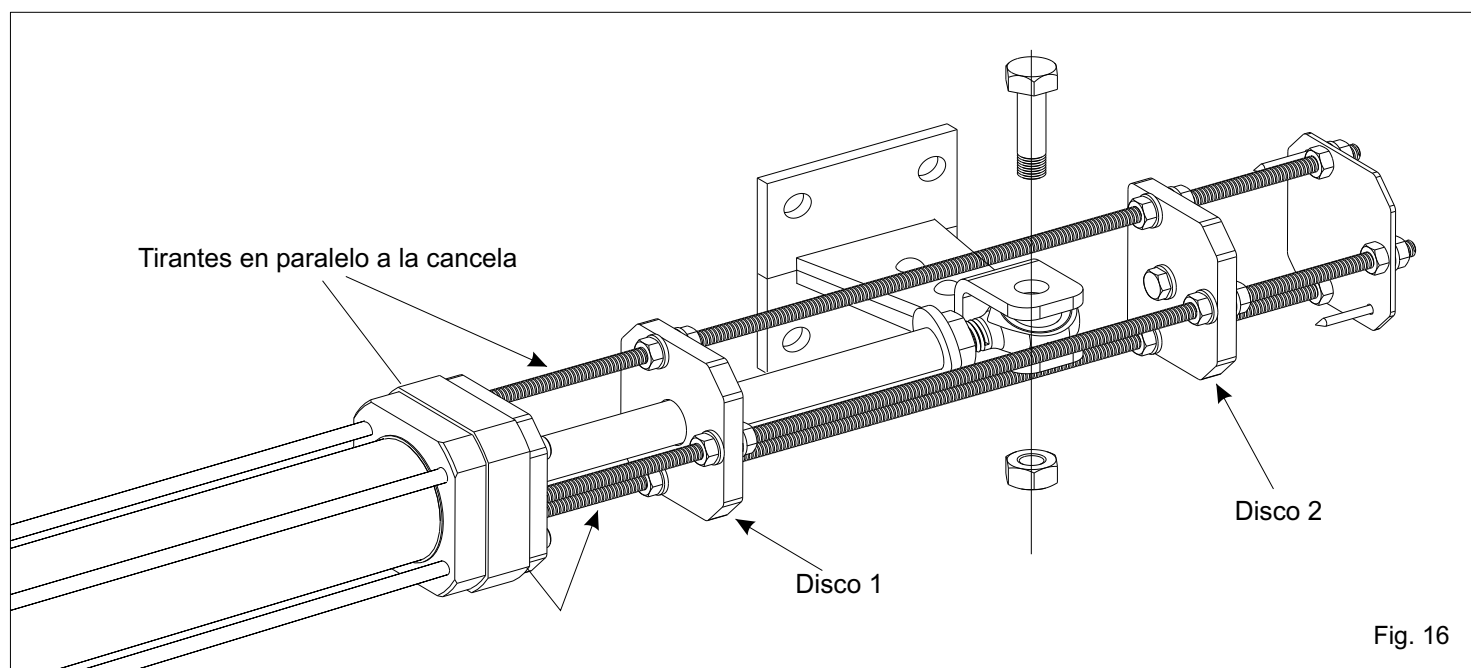

Fig. 16
- Colocar el golpe de final de carrera sobre la platina anterior de la unidad con los dos tirantes (de los tres en total presentes en el golpe)que estan en paralelo a la cancela(Fig. 16)